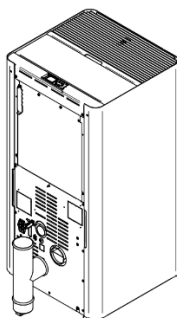
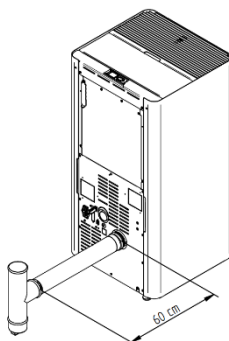

Figure 9 – Connexion en T d'inspection
Figure 10 – Installation d'un T d'inspection avec une partie allongée
- Le T d'inspection doit être placé comme indiqué dans le Figure 9, s'il est nécessaire de déplacer la cheminée loin de l'équipement, il n'est possible de placer un tuyau horizontalement qu'à un maximum de 60 cm sans réductions ni perturbations, comme montré dans le Figure 10.